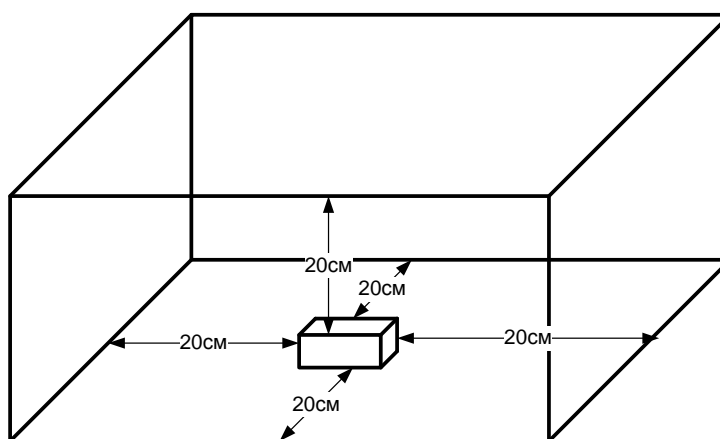

Рис. 1. Границы монтажа БП
4.2. Для естественной вентиляции обеспечьте свободное пространство вокруг БП не менее 20см, как изображено на рис. 1. При невозможности обеспечить свободное пространство необходимо использовать принудительную вентиляцию.